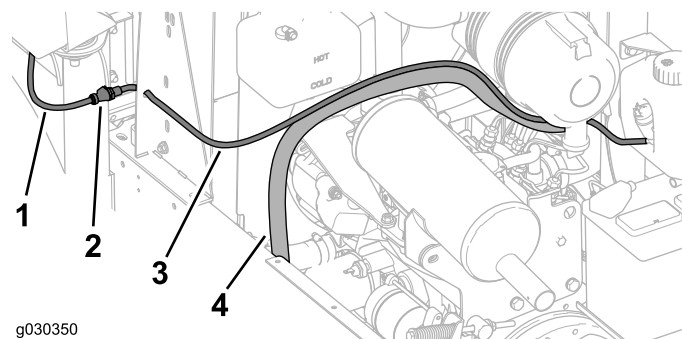

Figura 43
3. Dirija la manguera del lavaparabrisas y conéctela a la manguera del lavaparabrisas desde la cabina (Figura 43).